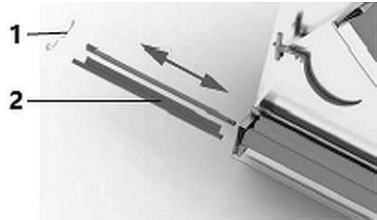

Fig. 9
- desserrer les ressorts (1, fig. 9) sur les rouleaux inférieurs ;
- retirer les joints (2) de leurs emplacements ;